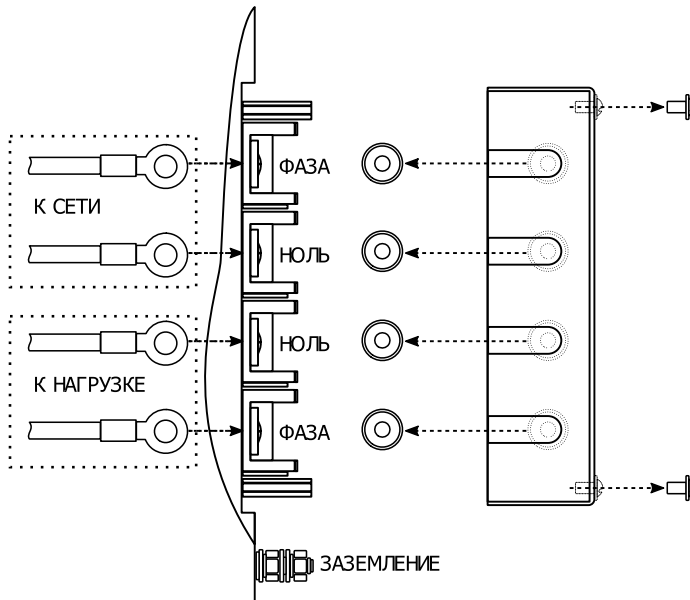

рис.4.2.1
Подключение изделия (рис.4.2.1) производить в следующей последовательности:
-  - подключить провода нагрузки и сети к клеммной колодке в соответствии с назначением и фазировкой (см. рис. 4.2.1);